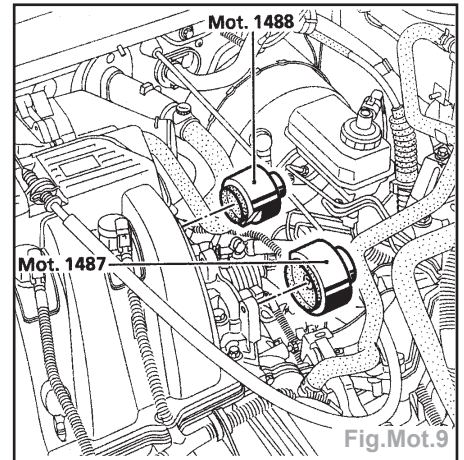

Fig.Mot.9
- les bouchons d'étanchéité neufs (Fig.Mot.9) :